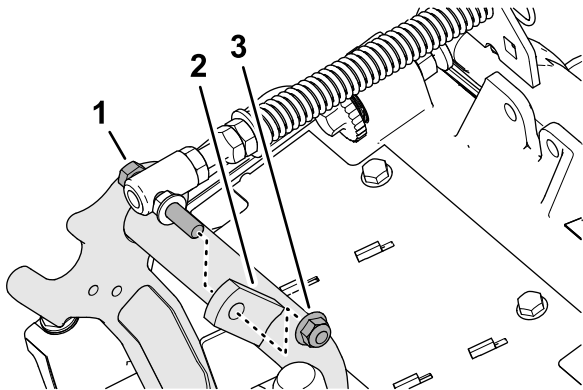

图 19
- 拆下将草坪补偿弹簧的平头螺丝固定到承载架右侧凸耳的凸缘锁紧螺母 ( $\frac{3}{8}$  英寸)，然后从滚刀组上拆下补偿弹簧 (图 19)。
3. 拆下将草坪补偿弹簧的平头螺丝固定到承载架右侧凸耳的凸缘锁紧螺母 ( $\frac{3}{8}$  英寸)，然后从滚刀组上拆下补偿弹簧 (图 19)。